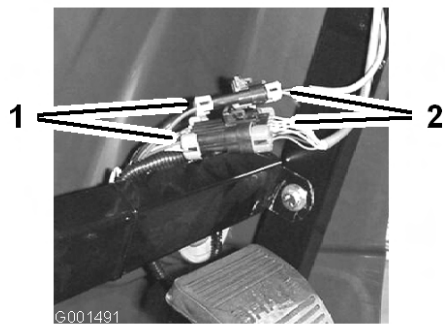

図 7
- 7. スプレープロの電気コードのコネクタを、ダッシュボード下にあるコネクタに接続する(図7)。